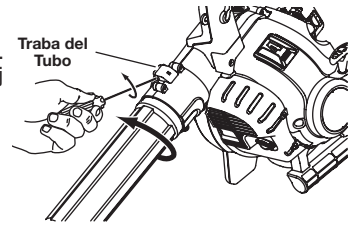

Fig. 3
2. Inserte un destornillador de cabeza plana en el cierre del tubo. Gire el destornillador en sentido contrario a las agujas del reloj 1/4 de vuelta y déjelo así (Fig. 3).
3. Sujete el tubo superior de la sopladora y gírelo en sentido contrario a las agujas del reloj (Fig. 3).